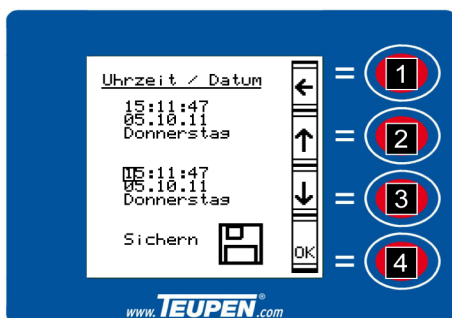

Fig. 70: Enregistrer le réglage de l'heure
6. ➤ Mettre avec les [*touches de fonction*] (Voir la Fig. 70/2 et 3) le curseur sur "Enregistrer".
7. ➤ Enregistrer les réglages avec la [*touche de fonction*] (Voir la Fig. 70/4).
8. ➤ Retourner au menu [*Paramètres*] avec la [*touche de fonction*] (Voir la Fig. 70/1).